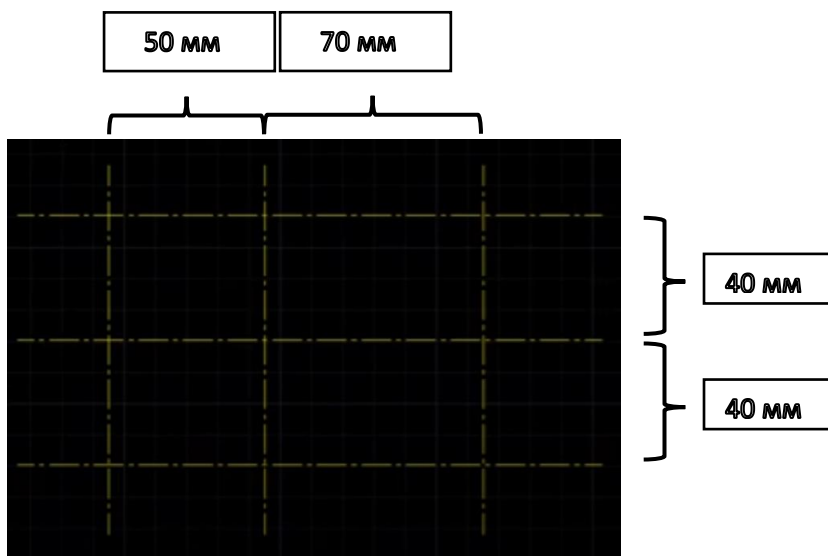

Рисунок 2 – Вид созданной разметки осевых и центровых линий чертежа
**Редактирование/Сместить (Подобие)**  (см. рисунок 2).